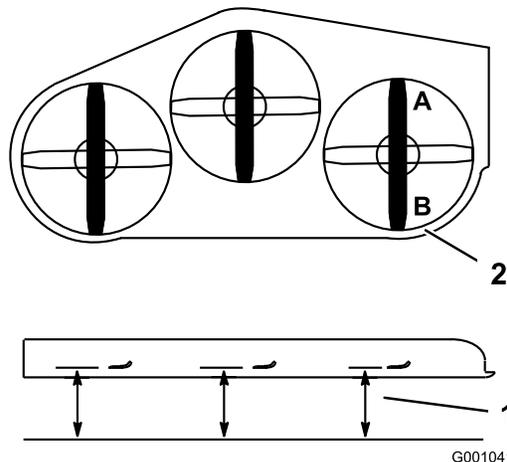

Figura 82
1. Posicione a lâmina direita da parte dianteira para a traseira (Figura 82).
2. Meça a lâmina direita no local **A**, de uma superfície nivelada à extremidade de corte da ponta da lâmina (Figura 82).
4. Meça a lâmina direita no local **B**, de uma superfície nivelada à extremidade de corte da ponta da lâmina (Figura 82).
6. A lâmina do cortador deve estar 6 a 10 mm mais baixa na posição **A** do que na posição **B** (Figura 82). Caso isto não esteja correcto, proceda da seguinte forma.